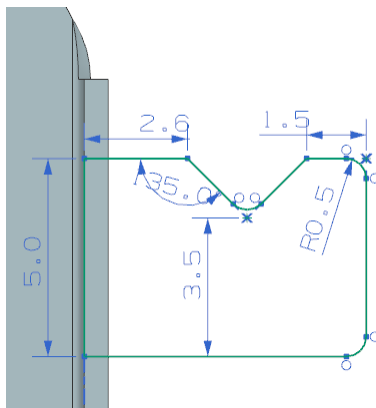

图 2-81 绘制草图
(2) 进入草图绘制环境, 绘制如图 2-81 所示的草图。单击“完成”图标, 草图绘制完毕。